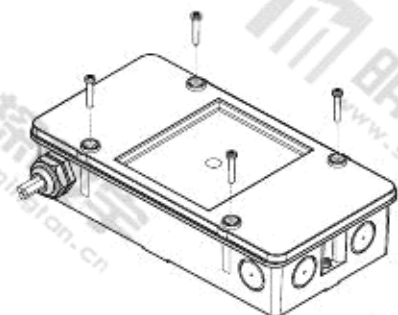

图 6
1. 打开盒盖 (图 6)。
6. 插入密封条，用螺钉将盒盖拧紧 (图 6)。